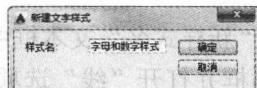

图 1-15 “新建文字样式”对话框
2. 单击标题栏中的“新建”按钮，弹出“新建文字样式”对话框，在“样式名”文本框中输入“字母和数字样式”，如图 1-15 所示。